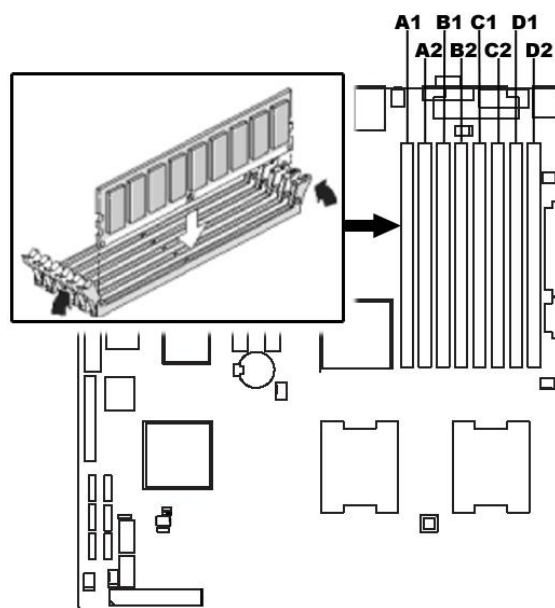

图5—9 安装内存
- 3、把内存条垂直插入内存槽中，注意内存条上的一个缺口和内存插槽上的凸起要吻合。轻轻按下内存条，直到完全插入内存槽为止。如图5—9所示：